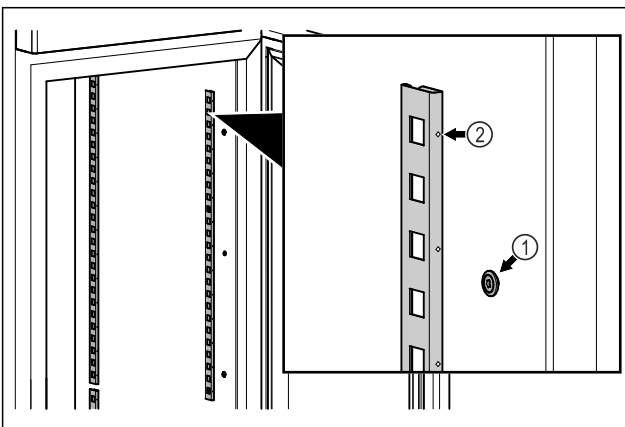

Fig. 79 Beispielhafte Darstellung
- ▶ Rastenleisten in Aufhängung Fig. 79 (1) einhaken. Markierung Fig. 79 (2) muss nach vorne zeigen.